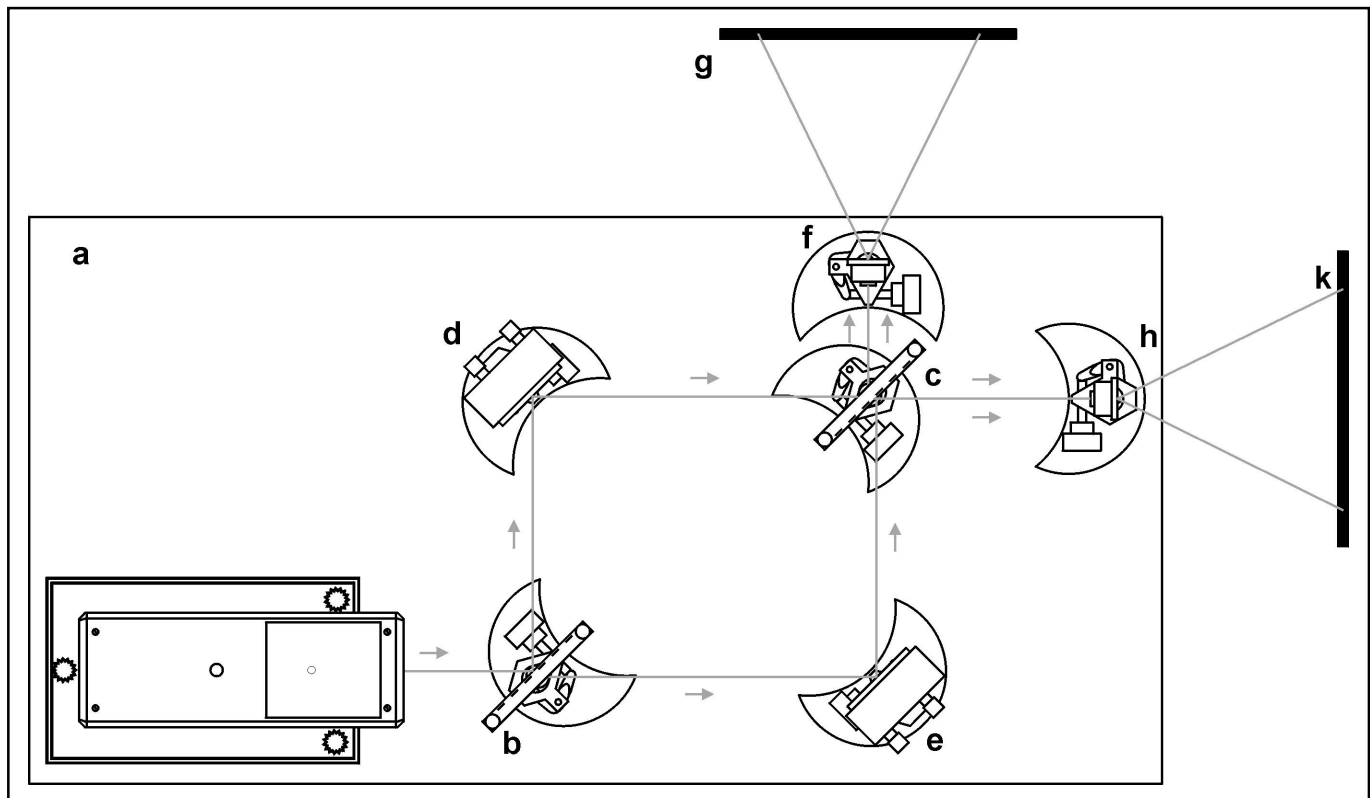

Abb. 1: Aufbau Mach-Zehnder-Interferometer
- Durchscheinende Schirme (**g**) und (**k**) in einem Sockel befestigen und gemäß Abb. 1 hinter der Laseroptik-Grundplatte aufstellen.
Die Anordnung des Mach-Zehnder-Interferometers auf der Laseroptik-Grundplatte ist in Abb. 1 dargestellt. Die Bauteile müssen in Bezug auf die Geometrie des Strahlenverlaufs besonders sorgfältig ausgerichtet werden. Zum Aufbau sind folgende Schritte notwendig:
- Strahlteiler (**b**) mit Optik-Fuß gemäß Abb. 1 unter einem Winkel von  $45^\circ$  in den Strahlengang bringen; dabei die teildurchlässige Schicht des Strahlteilers am Besten dem Laser zuwenden.
- Planspiegel (**e**) entsprechend Abb. 1 in den transmittierten Teilstrahl gegenüber von Planspiegel (**d**) in den Aufbau fügen, so dass er zentrisch vom Laserstrahl getroffen wird. Zwischen Planspiegel (**e**) und Ende der Laseroptik-Grundplatte sollte mindestens 10 cm Abstand sein.